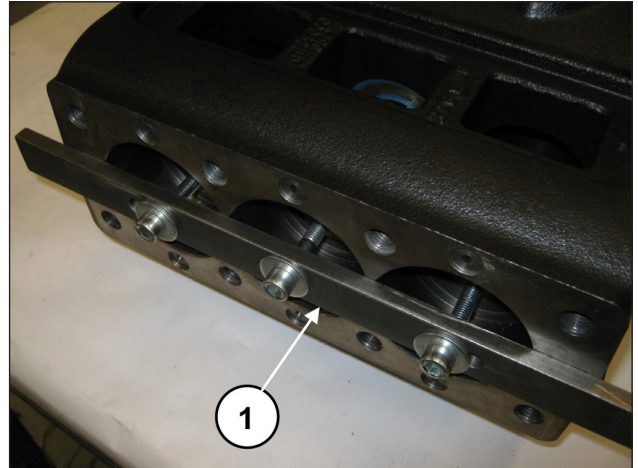

Fig. 19
Pousser à fond les demi-bielles dans la direction de la partie hydraulique pour faire ressortir le vilebrequin. Pour faciliter l'opération, utiliser l'outil (réf. 27566200 (rep. ①, Fig. 19).